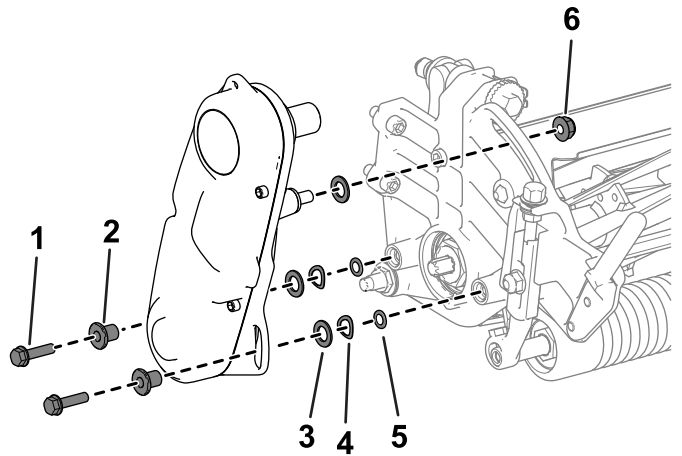

Figura 4
- Retire los herrajes que fijan el conjunto de la transmisión del molinete a la placa lateral (Figura 4).
- Retire el conjunto de la transmisión del molinete, las arandelas planas, las arandelas de muelle, los espaciadores y las juntas tóricas de la placa lateral (Figura 4).